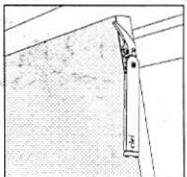

FIG.6
- **Fonctionnalité et esthétique:** Le système de fixation du panneau avant ne nécessite pas de quincaillerie (Fig. 6).